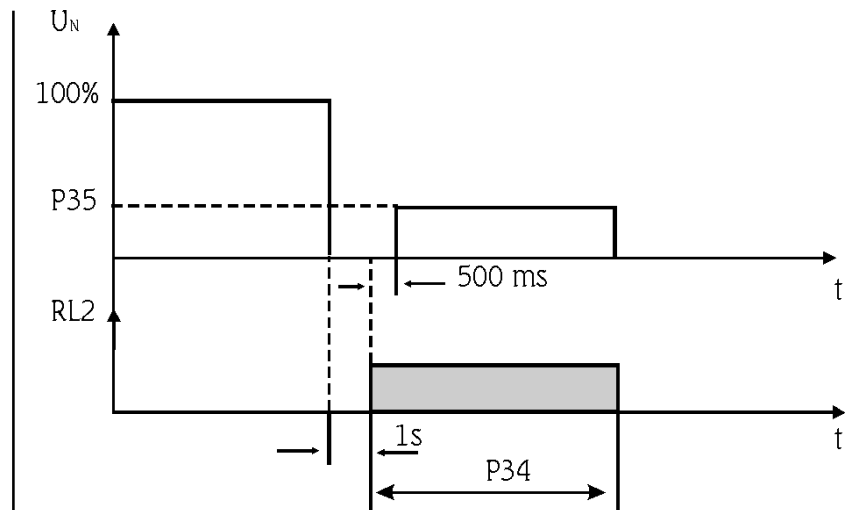

Figura 6.9 - Funcionamento do RL2 para frenagem CC
3 - Função "Frenagem cc", o relé é ligado quando a Soft-Starter recebe um comando de desliga. Para esta função deverá ser utilizado um contador. Conforme mostrado na figura 6.9 e item 9.6.